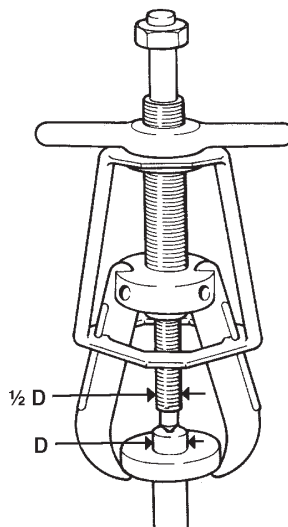

Figura 2, Diametro del bullone centrale rispetto al diametro dell'albero
- Il diametro del bullone centrale di un estrattore meccanico deve essere almeno la metà del diametro dell'albero da cui si deve estrarre il componente. (Vedere la figura 2).